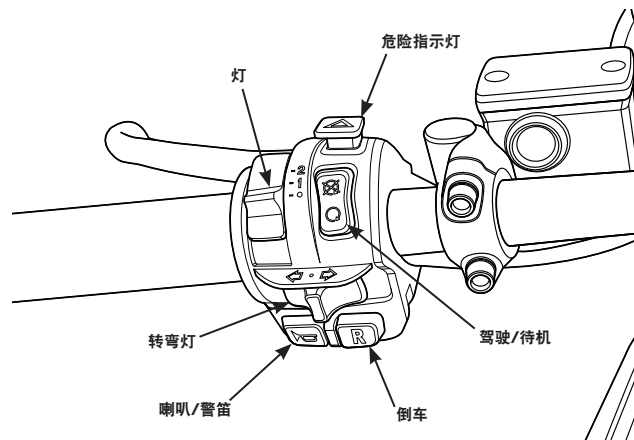

图 12：左操纵柄控制器开关装置
将 DRIVE/STANDBY（驾驶/待机）开关设置为 DRIVE (Q) 来激活 SE-3 Patroller 驱动系统（请参见图 12）。将开关设置到 STANDBY（待机）(R) 则将禁用 SE-3 Patroller 的驱动系统。在 SE-3 Patroller 处于 STANDBY（待机）模式时，会启用其他所有电气系统，包括灯、喇叭/警笛以及用户界面。
用左手大拇指按住倒车开关（**R**）进入倒车模式（图 12）。要退出倒车模式，松开倒车开关即可。请参见“驾驶：激活倒车模式”（第 37 页）。